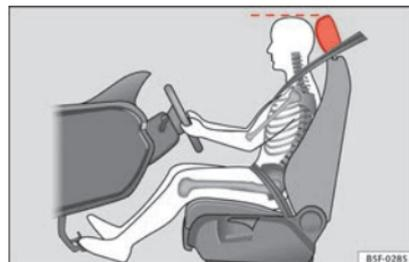

Fig. 72 Posición correcta del apoyacabezas del conductor.
- Ajuste el apoyacabezas de modo que el borde superior del mismo quede a la altura de la parte superior de su cabeza » fig. 72.